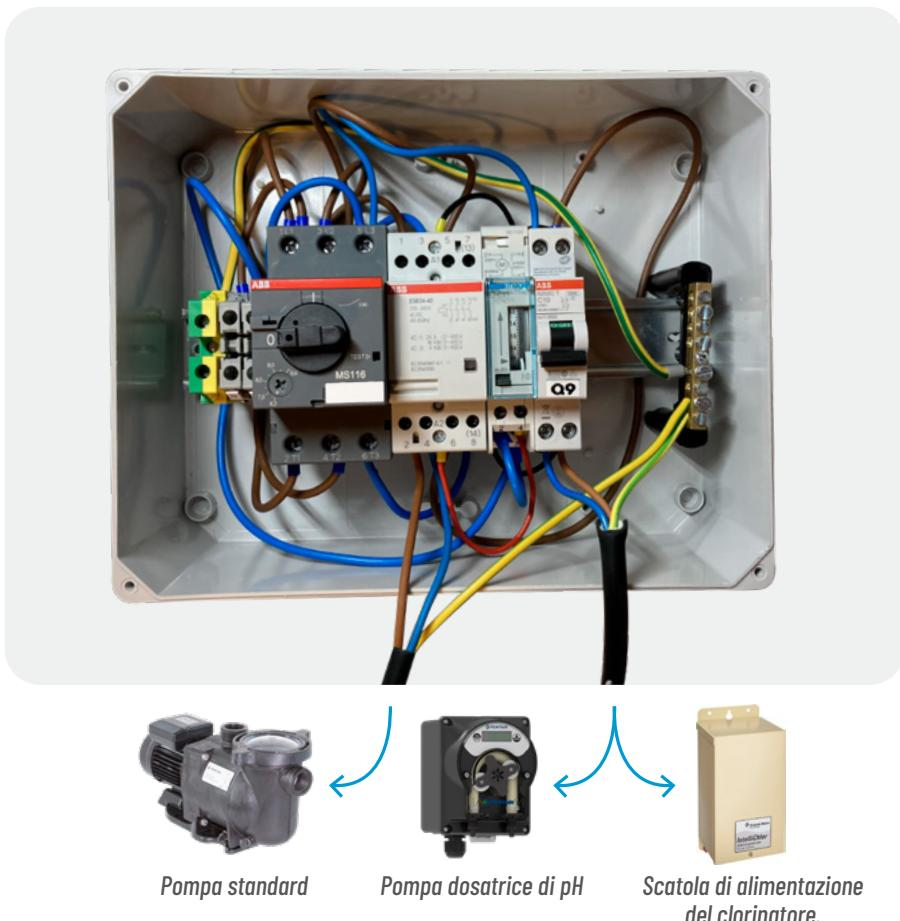

Figura 2 Rimuovere i fili dal proteggimotore alla pompa
2. Rimuovere la vecchia pompa a velocità singola disconnettendo i collegamenti elettrici e idraulici. Consultare la Figura 2.